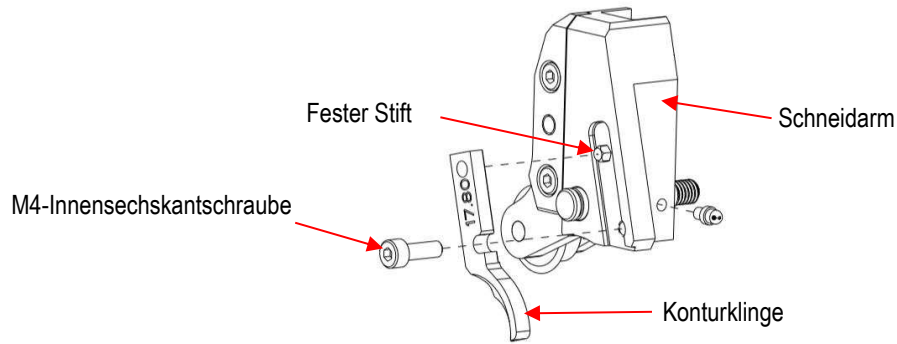

Abbildung 44
6. Konturklingen (siehe Abbildung 44)